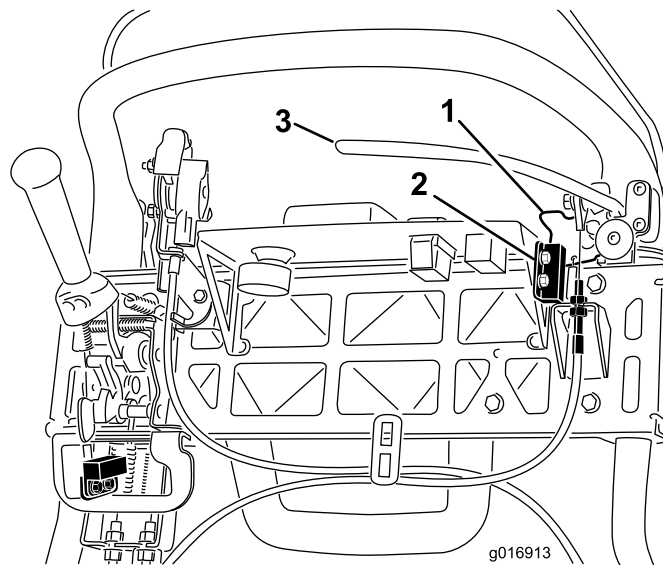

Figure 40
4. Desserrez les fixations du contacteur de sécurité (Figure 40).
5. Placez une cale de 1,6 mm d'épaisseur entre le verrou du frein de stationnement et le contacteur de sécurité (Figure 40).